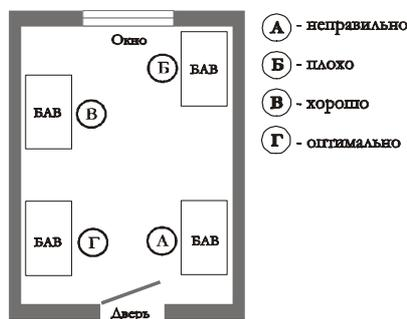

Рис. 5 Варианты установки бокса
5.2 Определить место монтажа бокса. Возможные варианты установки бокса с учетом потоков воздуха из окон и двери, а также движения персонала, согласно рекомендациям ВОЗ «Практическое руководство по биологической безопасности в лабораторных условиях», показаны на рис. 5.